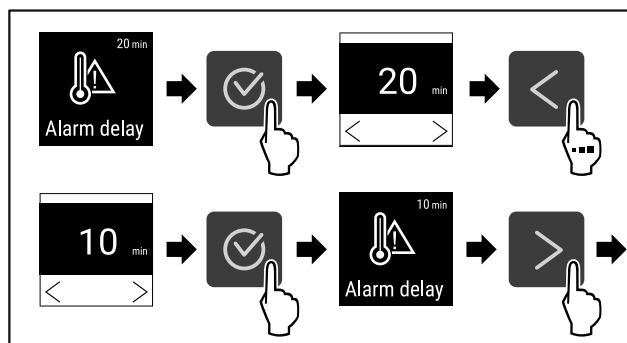

Fig. 99
- ▶ Proved'te akční kroky (viz Fig. 99).